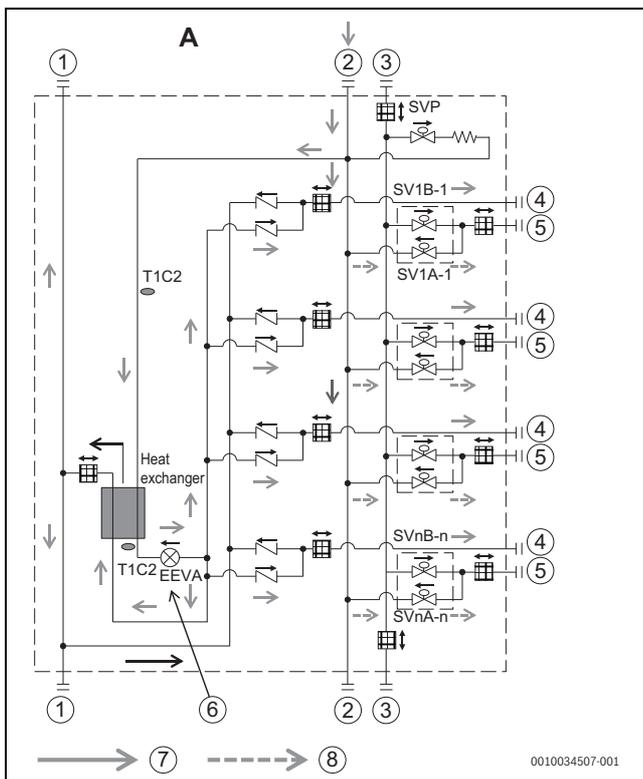

Рис. 28
а) Нормальный заряд от порта ② при пайке порта ④ и высокий заряд ( $> 20$  кПа (0,2 бар)) от порта ② при пайке порта ⑤, как показано на рис. 28.
б) Нормальный заряд ( $\leq 20$  кПа (0,2 бар)) от порта ② при пайке порта ① и нормальный заряд от запорного клапана соответствующего наружного блока при пайке порта ② и порта ③, как показано на рис. 28.